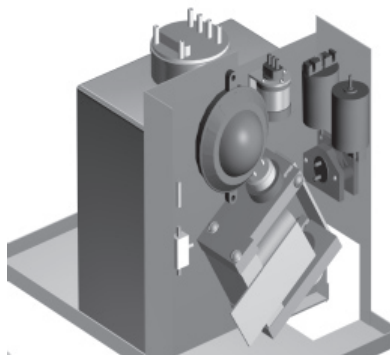

Рис. 9. Схема расположения элементов гидросистемы без автодолива
- *Ф* — фильтр. Вход фильтра — со стороны крепления (см. рис. 9 и 10);
го долива растворителя. На рис. 9 приведена схема расположения элементов такой гидросистемы.